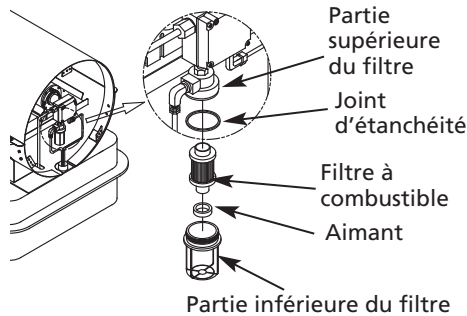

Figure 18 – Filtre de la pompe à carburant
- Déposer le filtre à carburant, le joint d'étanchéité, l'aimant de la partie inférieure du filtre (voir la Figure 18).